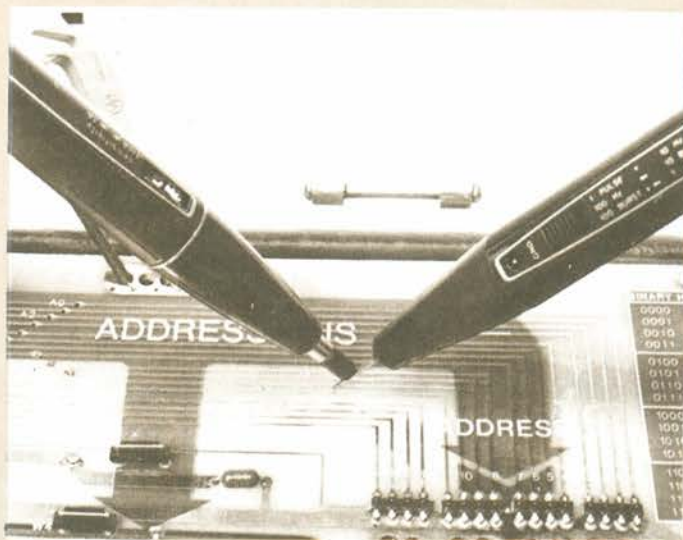

Figura 19-5. Regolazione della sensibilità del rivelatore di corrente
- D) Mantenendo il generatore d'impulsi sul nodo A11, ponete il puntale del rivelatore di corrente ad angolo retto, rispetto a quello del generatore, e toccatene così il puntale (osservate la Figura 19-5).